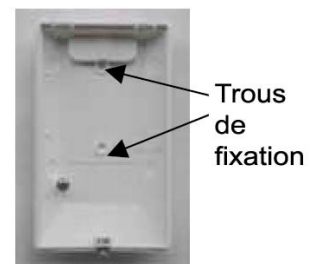

Fig. 5
4. Fixez la base avec deux vis (Fig. 5) ou utilisez la bande velcro fournie à un emplacement choisi, 2.3 mètres au dessus du sol. Assurez-vous que le détecteur soit à portée radio de la centrale.